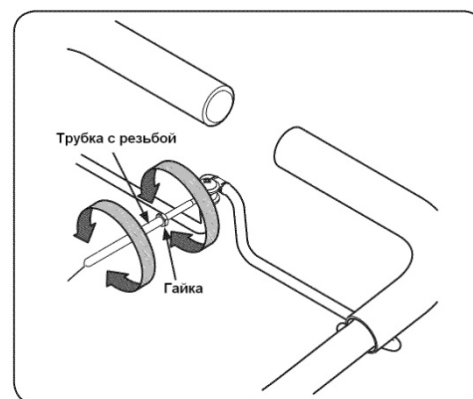

Рис.10
4. Если ремень вращается без включенного сцепления, отрегулируйте его отвернув трубку с резьбой на конце тросика сцепления на несколько оборотов по часовой стрелке, стоя на месте оператора, и затем подтяните гайку к трубке. См. Рис. 10.